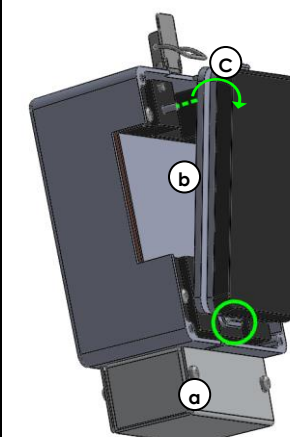

Figure 3 : Montage de la plaque de compression sur le boîtier
La plaque de compression fournie se fixe sur le boîtier (Figure 3) (a) en plaçant la languette (13) dans le crochet de maintien (10), (b) puis en plaçant bien les pointeaux (9) dans les trous de guidage (12). (c) Enfin, la plaque est maintenue en verrouillant la grenouillère (1) dans le crochet de la plaque de compression (11).